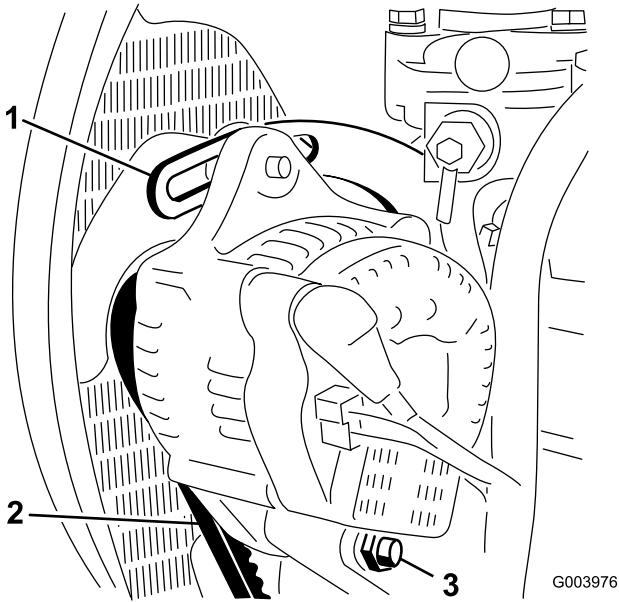

图74
2. 检查交流发电机皮带张紧力的方法：使用 10kg 的力按压交流发电机和曲轴箱皮带轮之间的皮带（图 74）中间位置。
3. 松开将皮带环形支架固定到发动机（图74）的螺栓，以及将交流发电机固定到皮带环形支架上的螺栓和枢轴螺栓。